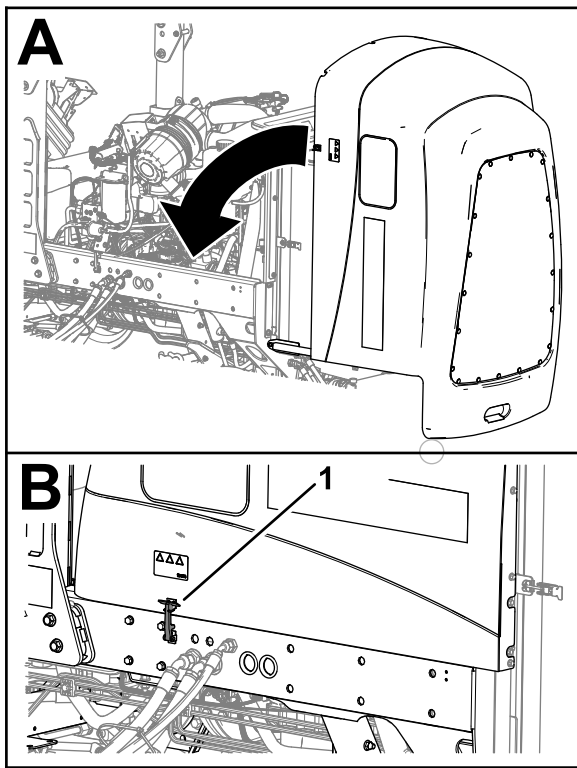

Figura 59
1. Gire cuidadosamente el capó para cerrarlo (Figura 59).